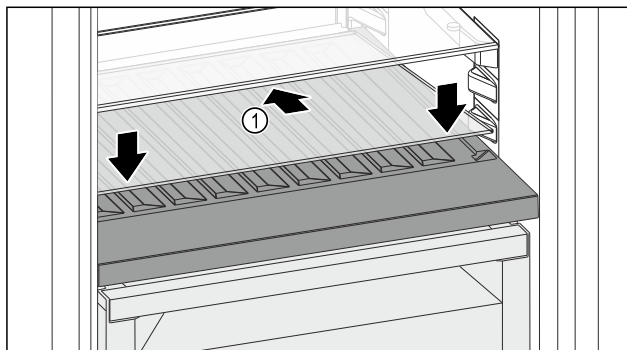

Fig. 118
- ▶ Skleněnou desku Fig. 118 (1) zasuňte šikmo a skloněnou dozadu dolů.
- ▶ Skleněnou desku Fig. 118 (1) vpředu spusťte dolů.